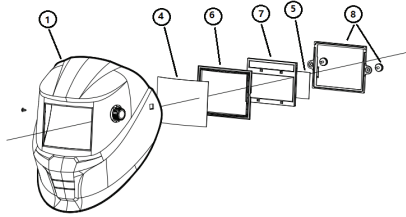

Fig 2
Het plaatsen van een nieuw uitwendig spatglas ④ lens de filter moet verwijderd worden door de twee schroeven los te schroeven aan de binnen zijde van de helm ⑤ De oude bescherm lens kan nu verwijderd worden en de nieuwe bescherm lens kan geplaatst worden gevolgd door de lens en verduisteringskader. ⑥ ADF ⑦ Inwendige beschermingslens ⑧ en dan het ADF afsluit kader ⑧ Als laatste plaats de twee schroeven (zie fig.2)